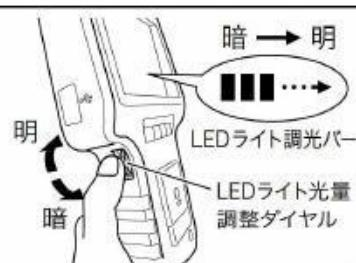

図 19
- LEDライト光量調整ダイヤルを回すことにより、光量の調整が出来ます。ダイヤルを上に回すと光量が明るく、下に回すと暗くなります。光量は LED ライト調光バーの量で明暗がわかります。光量が強すぎると画像が明確に表示されない場合がありますので、その際はライトの光量を減少させ調整してください。(図 19)